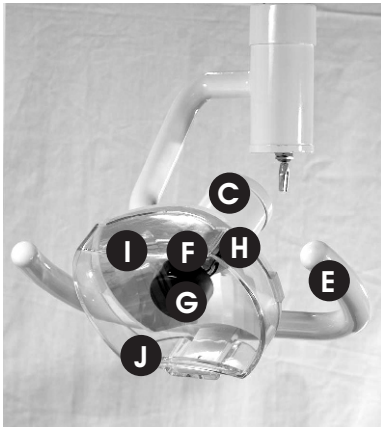

Fig. 27
- C Cabeçote do Refletor** - Para ligar o refletor, gire o seletor localizado na base do cabeçote e aperte a tecla  no teclado de comando para ligar e desligar o refletor. Há 3 graduações de luminosidade, 22.000, 16.000 e 12.000 LUX (medição feita a 80 cm de distância do objeto iluminado) para selecioná-las, aperte a tecla  no teclado de comando, cada toque corresponderá a uma graduação de luminosidade, um quarto toque na mesma tecla desligará o refletor (Fig.27);
- E Alça de Manuseio** - Alça pela qual o profissional manuseia o refletor de acordo com a necessidade. Permite o uso de isolamento através de filme plástico transparente ou outro material adequado (Fig.27);
- F Lâmpada do Refletor** - Lâmpada halógena de 2 pinos, 50 Watts, 12 Volts (Fig.27). Acompanha o equipamento uma lâmpada extra;
- G Defletor** - Peça que impede que a luz seja projetada diretamente, também protege a lâmpada (Fig.27);
- H Soquete** - Parte do refletor onde a lâmpada é acoplada (Fig.27);
- I Espelho** - É responsável pelo direcionamento da luz (Fig.27);
- J Protetor do Espelho** - É a parte acrílica transparente externa que recobre e protege o espelho (Fig.27);